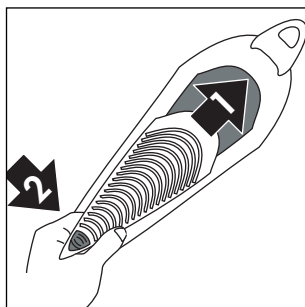

Fig. 19
- 4) Reinserire la griglia posizionando prima la parte superiore; poi adagiare la parte inferiore e premere il cursore verso il basso fino ad udire un click (fig. 19).